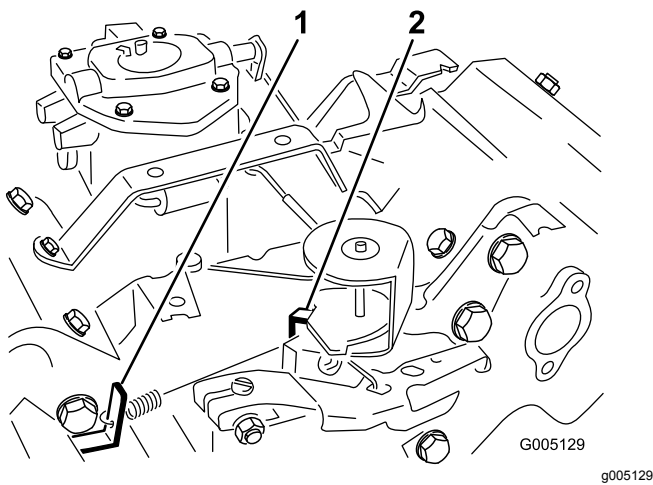

Bild 48
3. Biegen Sie den Anker-Federnnehmer (Bild 48), um eine Leerlaufgeschwindigkeit von 1.650 ± 100 U/min zu erzielen. Prüfen Sie die Motordrehzahl mit einem Drehzahlmesser.
5. Stellen Sie den Gasbedienungshebel auf „Schnell“. Biegen Sie den Federankermittnehmer in der Vollgaseinstellung (Bild 48), bis Sie eine Vollgasdrehzahl von 2.800 ± 50 U/min realisieren.